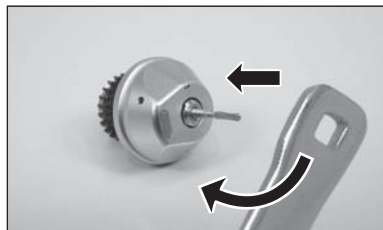

図12
- 3)最後にローター軸ナットをテストバーに添って差し込み、ローターをしっかりと抑え、付属のEDスパナでしっかりと締め込んでください。(図12)